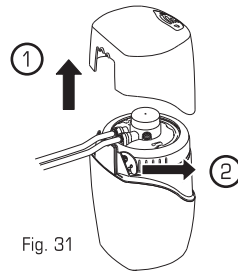

Fig. 31
2. **Desmonte** la Cubierta superior ①.
Luego, **quite** la herramienta de remoción de la manguera ② (Fig. 31).